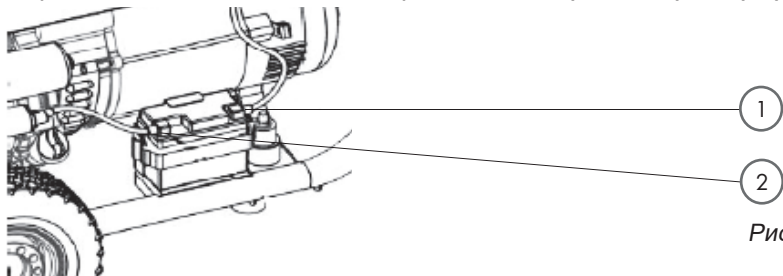

Рис.2
Устройство поставляется с уже подключенным положительным проводом аккумулятора (1) (рис. 2).